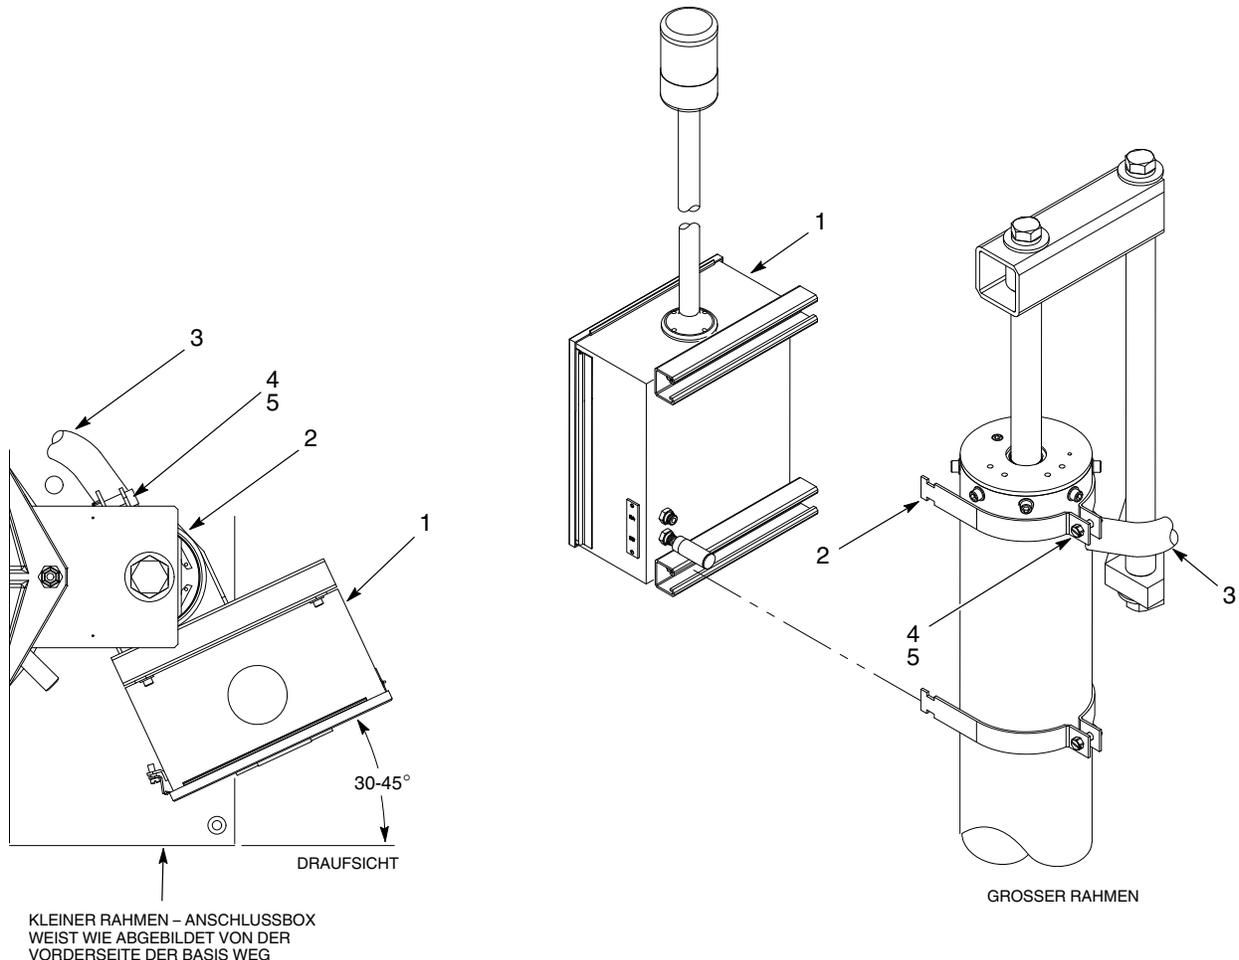

Abb. 1 Installation
Siehe Abb. 1. Die Meldeampel macht den Bediener darauf aufmerksam, dass ein Fass leer ist.
1. Siehe Abb. 1. Die Muttern (4) und Schrauben (5) an den Klemmen (2) lösen.
**HINWEIS:** Lassen Sie sich bei der Installation und Positionierung der Anschlussbox auf einem Rahmen durch eine weitere Person helfen. Die obere Klemme (2) oberhalb des Querstangen-Luftrohrs (3) installieren.
2. **KLEINE RAHMEN:** Die Anschlussbox (1) auf den Klemmen (2) installieren. Darauf achten, dass die Anschlussbox so wie abgebildet positioniert ist. Muttern (4) und Schrauben (5) fest anziehen.
3. **GROSSE RAHMEN:** Die Anschlussbox (1) auf den Klemmen (2) installieren. Muttern (4) und Schrauben (5) fest anziehen.